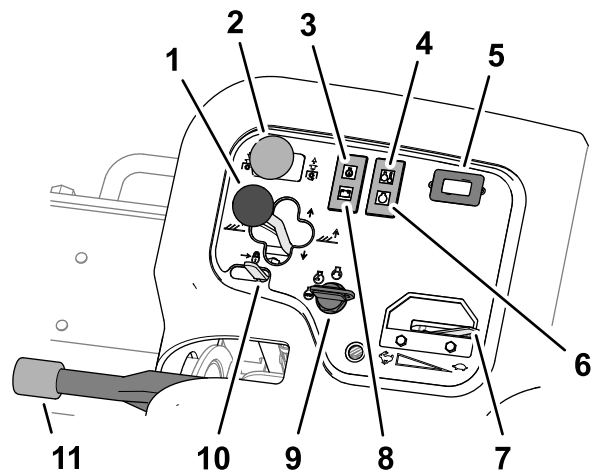

Figura 43
- Para bajar las unidades de corte al suelo, empuje la palanca de desplazamiento de las unidades de corte hacia adelante a la posición de BAJAR (Figura 43).
El interruptor de transmisión de las unidades de corte (Figura 43) tiene dos posiciones: ENGRANADO y DESENGRANADO. El interruptor basculante acciona una válvula de solenoide del banco de válvulas para accionar las unidades de corte.
El indicador de presión del aceite (Figura 43) se enciende si la presión de aceite del motor cae por debajo de un nivel seguro.
El indicador de advertencia de la temperatura (Figura 43) se enciende si la temperatura del refrigerante del motor es alta. A esta temperatura, las unidades de corte se apagan. Si la temperatura del refrigerante aumenta otros 5.5 °C (10 °F), el motor se apaga para evitar daños mayores.
El horímetro (Figura 43) muestra el número total de horas de operación de la máquina. El horímetro empieza a funcionar cuando el interruptor de encendido se mueve a Conectado.
El indicador de las bujías (Figura 43) se enciende cuando las bujías están energizadas.
Mueva el acelerador (Figura 43) hacia adelante para aumentar la velocidad del motor, y hacia atrás para reducir la velocidad.
El indicador del alternador (Figura 43) se apaga cuando el motor está en marcha. Si el indicador del alternador se enciende con el motor en marcha, compruebe el sistema de carga y repárelo según sea necesario.
El interruptor de encendido (Figura 43) se utiliza para activar el motor y las luces. El interruptor de encendido tiene 3 posiciones:
Mueva el bloqueo de la palanca de elevación (Figura 43) hacia atrás para impedir que descendan las unidades de corte.
Cada vez que se apaga el motor, ponga el freno de estacionamiento (Figura 43) para evitar que la máquina se desplace accidentalmente. Para poner el freno de estacionamiento, tire de la palanca hacia arriba; para quitar el freno, empuje la palanca hacia abajo.